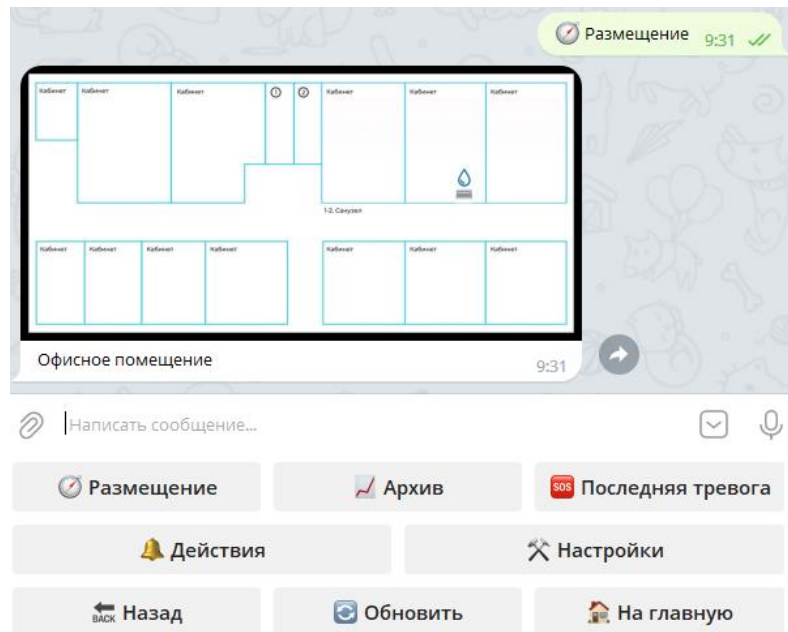

Рисунок 99 – Просмотр размещения выбранного датчика протечки
–  **Размещение** – схематическое представление расположения устройства на плане помещения (Рисунок 99).